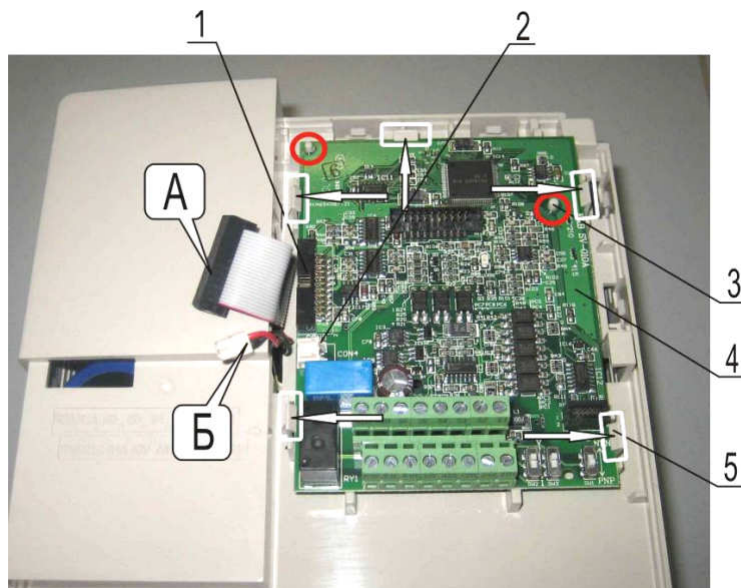

Рисунок 6.4
6.3.1 Отсоединить розетки шлейфа А и провода Б от разъемов 1 и 2 на плате 4 (рисунок 6.4).
6.3.2 Отжать поочередно фиксаторы 5 от платы 4 в местах, отмеченных стрелками, и снять плату с направляющих 3 (рисунок 6.4). Положить плату в тару.